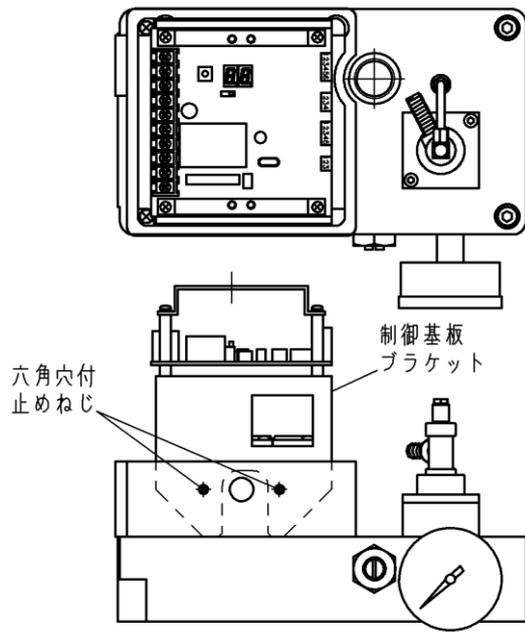

図 4
5. スペーサを固定している 3 本の十字穴付小ねじをゆるめて取り外します。(図 4)
3. 分解手順 6 で取り外したチューブ継手をボンネット⑤にねじ込み、固定します。
4. エア供給用電磁弁②の底面にガスケットが装着されていることを確認し、付属する 2 本の十字穴付小ねじを締め付けて固定します。(締め付けトルク 0.5 N・m) (図 4)